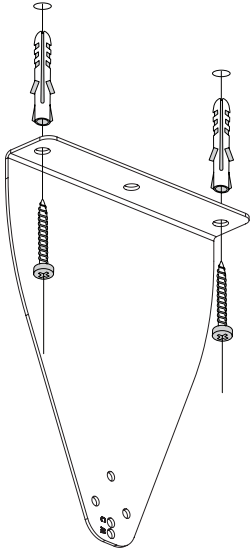

Fig.3
2. Monteer de twee beugels. Fig.3.